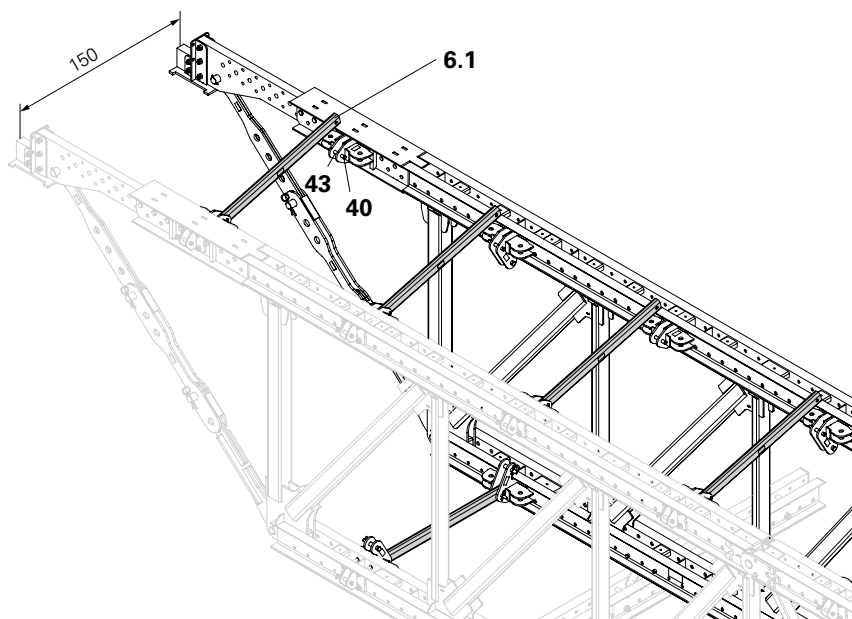

Fig. A2.07
1. Fissare tutte le aste di impalcatura (6.1) preassemblate con il perno calibrato (43) alla seconda trave singola e assicurarle con l'inserto a molla (40). (Fig. A2.07)
Per una migliore visibilità la Fig. A2.07 è ruotata di 180°.